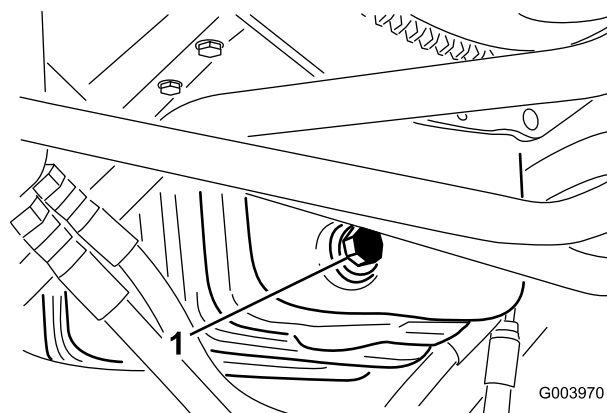

Figura 40
1. Togliete il tappo di spurgo (Figura 40) e lasciate defluire l'olio in una bacinella.